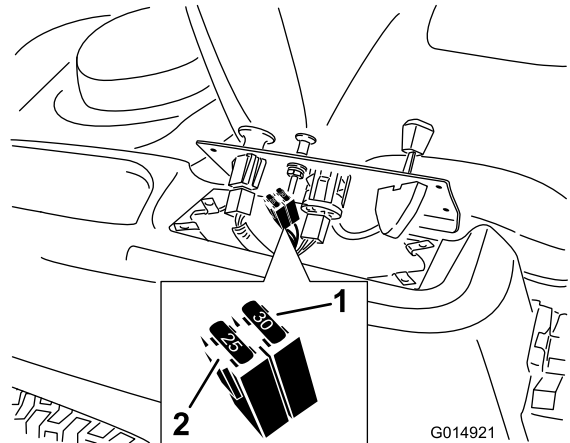

Bild 46
- Heben Sie das Armaturenbrett an, um an den Hauptkabelbaum und den Sicherungsblock zu gelangen (Bild 46).
- Ziehen Sie die Sicherung zum Wechseln heraus (Bild 46).